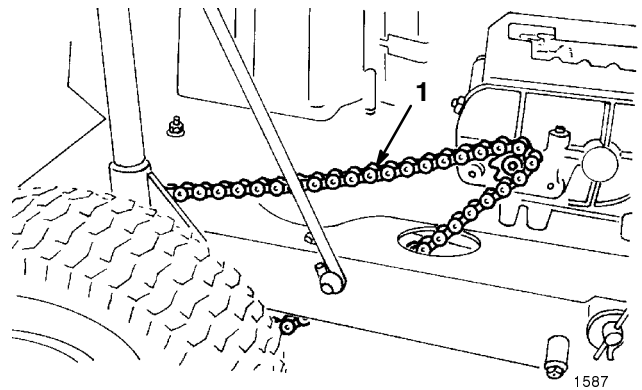
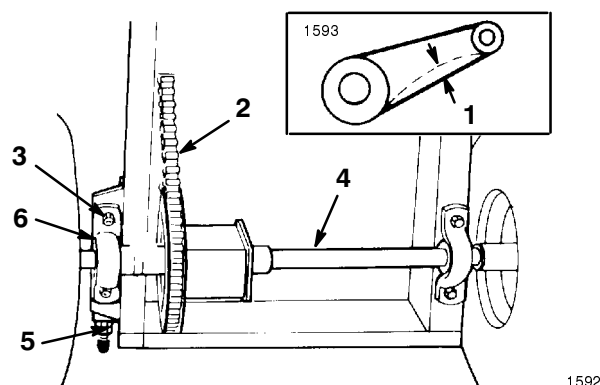

Bild 31
Bild 32
2. Kontrollieren Sie die Durchbiegung der Kette durch Anheben und Drücken mit mittelmäßiger Kraft an der/auf die Mitte der Kette (Bild 31). Die Kette muss sich mindestens 3 mm durchbiegen lassen (Bild 32). Stellen Sie die Kette ein, wenn sich die Durchbiegung nicht diesem Wert entspricht; siehe Schritte 3 - 13.
7. Lockern Sie die vier Sicherungsmuttern, mit denen die Lagerböcke am Rahmen der Zugmaschine befestigt sind (Bild 32).
8. Lockern Sie die hintere Klemmmutter an der Kettenspannvorrichtung (Bild 32).
11. Messen Sie, da die Achse parallel zur Rückseite des Chassis sein muss, die Entfernung zwischen der Mitte der Lagerböcke und der Rückseite des Chassis (Bild 32). Der Unterschied zwischen beiden maßen darf nicht größer als 3 mm sein. Bei einem Unterschied größer als 3 mm ist die Achse nicht parallel mit dem Chassis und muss eingestellt werden.